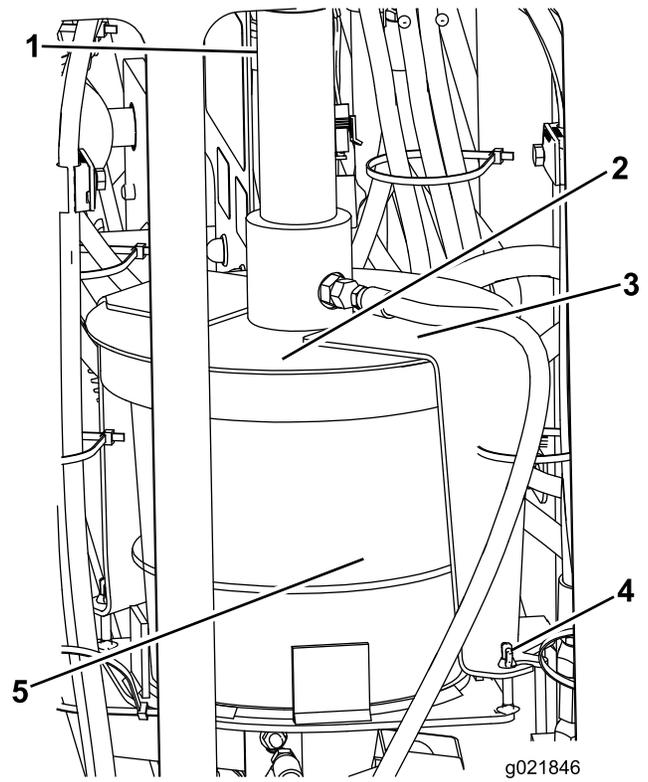

Bild 93
3. Lösen Sie die Flügelmuttern, mit denen die Abdeckungsriemen an der Maschine befestigt sind (Bild 93).
4. Drehen Sie die Abdeckung und ziehen Sie die Abdeckungsriemen von den Haltestiften (Bild 93).
5. Heben Sie Abdeckung vom leeren Behälter ab (Bild 93).
7. Setzen sie den Kolben in den neuen Behälter und setzen Sie den Deckel auf (Bild 93).
8. Führen Sie die Riemen über die Haltestifte und drehen Sie die Abdeckung, so dass die Riemen auf den Stiften sitzen (Bild 93).